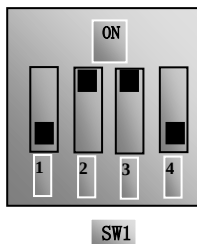
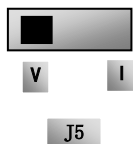

图 5-4
图 5-5
(5) 对于 EM30 系列变频器控制端子排附近有一个四位红色拨码开关 SW1，如图 5-4 所示。拨码开关选择模拟量输入端子 A11、A12 输入范围（0~5V/0~10V/0~20mA）；通过 F203 选择输入通道。出厂时拨码开关的位置如图 5-4，即 A11 为 0~10V 输入，A12 为 0~20mA 输入；具体拨码开关的位置与调速方式详见下表 5-2。
(6) 闭合 DI3 开关，电机开始正向运转；
(7) 在运行中，可调节设定电位器，修改变频器当前设定频率；
(8) 在运行中，断开 DI3 开关，再闭合 DI4 开关，电机运行方向改变；
(9) 断开 DI3 开关和 DI4 开关，电机减速，直到停止运行；
(10) 断开空气开关，变频器断电。
(11) EM30 有两路模拟量输出端子 A01、A02，A01 端子既可以输出电压信号也可以输出电流信号，A02 只能输出电流信号，电压电流输出选择开关是 J5，出厂时拨码开关的位置如图，即 A01 为 V，如图 5-5，输出关系如表 5-3；